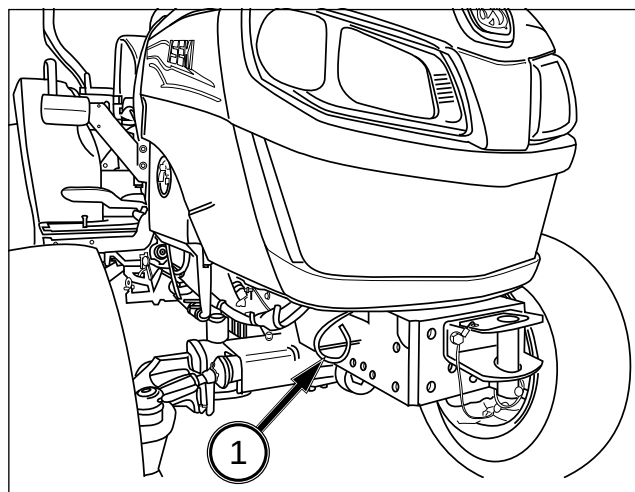

FIG. 81
FIG. 81 et 82 : Tirez le levier (1) vers vous pour ouvrir le capot. Soulevez le capot avant. Il se maintient ouvert automatiquement.